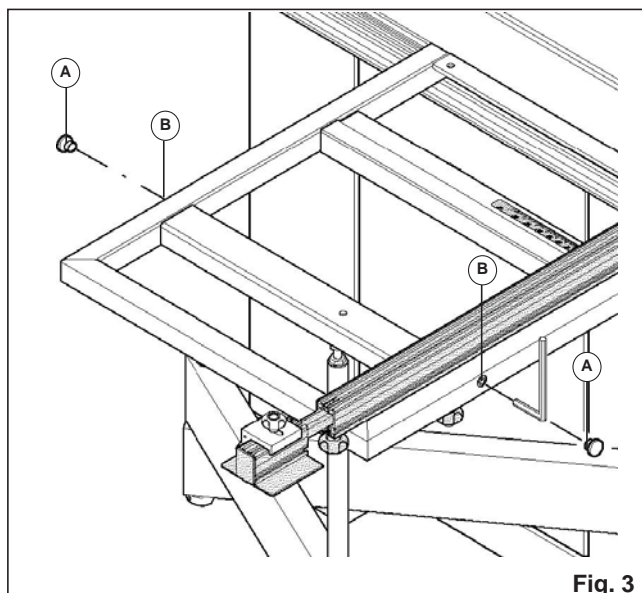

Fig. 3
- 1 – Avlägsna de två huvarna **A** och vrid på justerskruvarna **B** (Fig. 3).